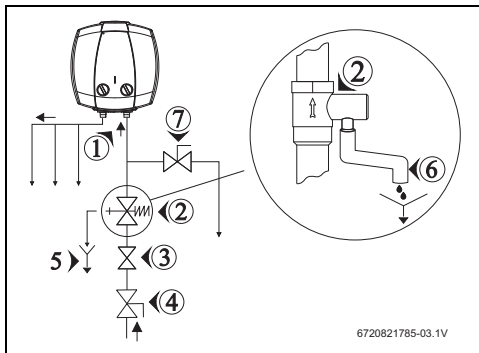

Fig. 9 Ligação de água
- Instalar a válvula de segurança na entrada de água do termoacumulador (Fig. 9).
Se a pressão de entrada de água for superior a 80% da pressão máxima do termoacumulador (6,4 bar), instalar uma válvula redutora (Fig. 9).
- ▶ Fechar a válvula de corte de água (→ Fig. 9).